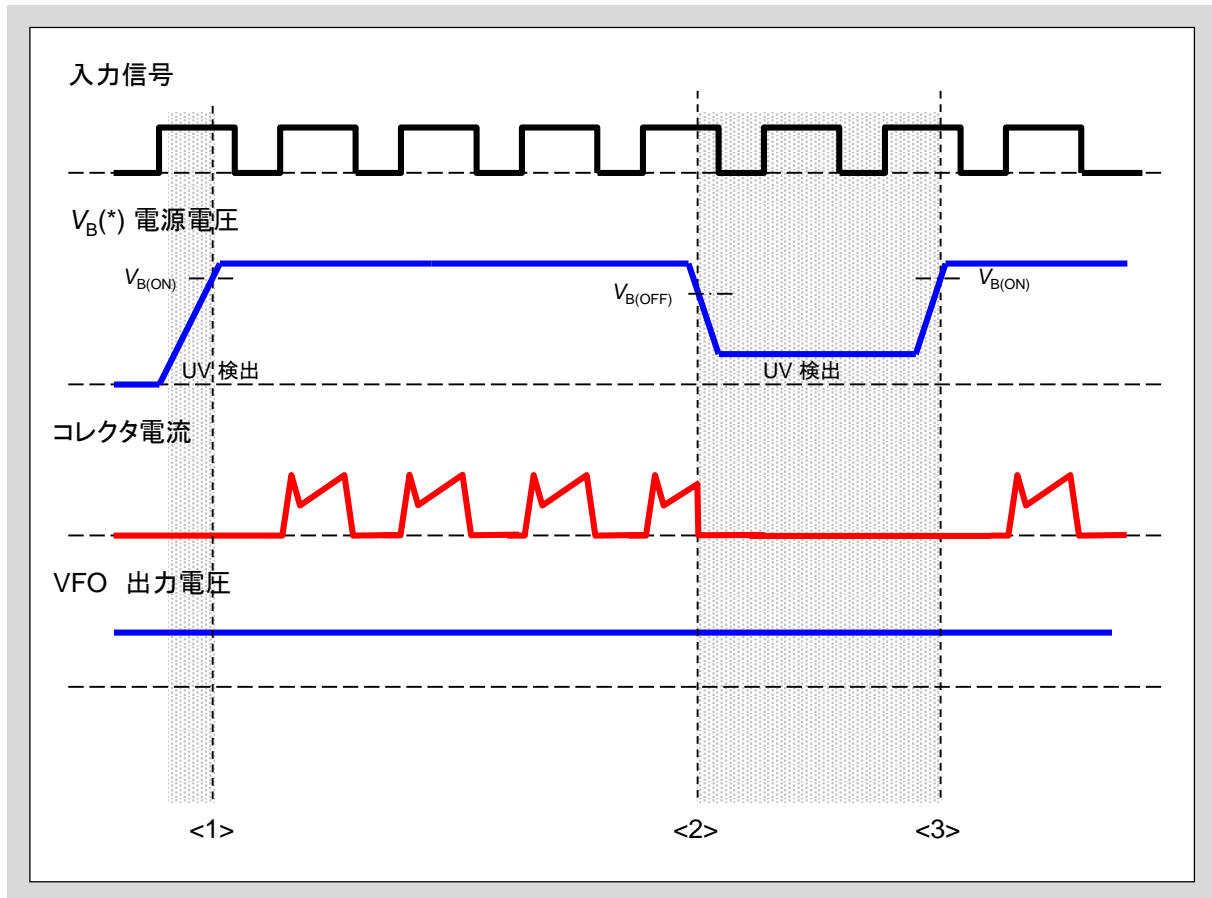

図3-5 VB(U, V, W)の低入力電圧保護動作のシーケンス(ハイサイド)
- 図3-5にVB(U)-U, VB(V)-V, VB(W)-W間の低入力電圧保護動作のシーケンスを示します。